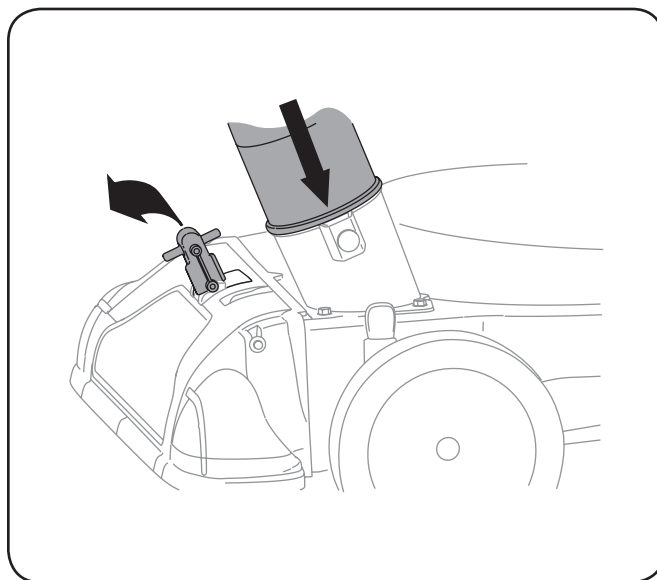

Figura 5-4
1. Coloque la manija del pico / manguera de la aspiradora en la posición de la base del pico para volver a dirigir la aspiración al montaje de la manguera. Vea la Figura 5-4.
2. Para operar el ensamblado de la manguera, el perno con resorte debe estar en el segundo agujero del adaptador de la misma. Vea la Figura 5-4.